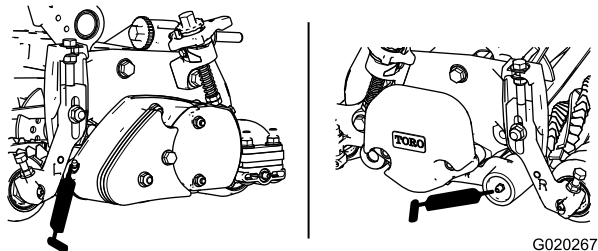

Figure 16
34. Graissez chacun des roulements du groomer (2 ou 3 jets de graisse maximum) ; voir Figure 16. N'injectez pas trop de graisse car les joints pourraient être endommagés. Essuyez tout excès de graisse.